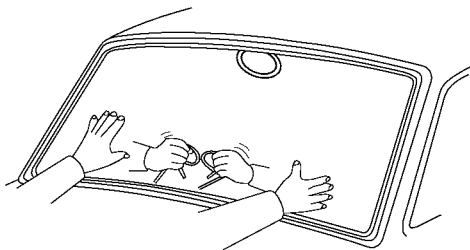

图 17-86 用双手的手掌从车外沿密封条敲打玻璃
2) 将玻璃固定在车身上的相应位置，从玻璃下部中间部分装入，车内沿某一角度拉绳子的一端，以使其能越过凸缘，再用双手的手掌从车外沿密封条敲打玻璃，直到玻璃被安装好，如图 17-86 所示。